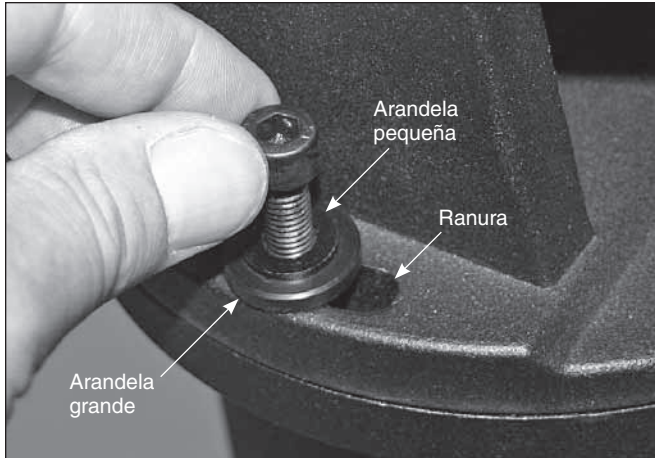
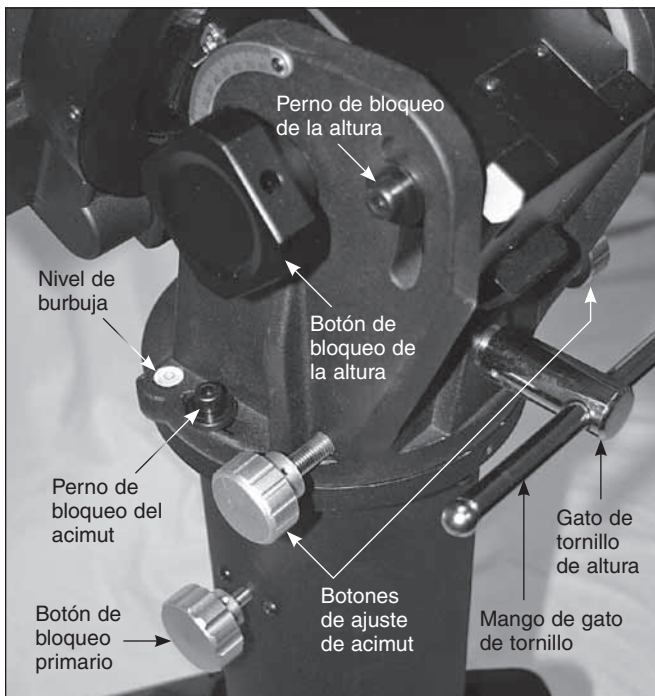

Figura 11. Monte los dos pernos de bloqueo del acimut.
Figura 12. Monte los botones de ajuste del acimut y enrósquelos completamente.
5. Coloque los dos pernos de bloqueo del acimut con las arandelas; no los apriete completamente todavía (**figura 11**).
6. Monte los dos botones de ajuste del acimut si aún no los ha montado. Enróquelos tanto como sea posible. Consulte la **figura 12**.
La montura HDX110 tiene incorporado un nivel de burbuja, que se muestra en la **figura 12**, con el que es fácil nivelar
- Consultando la **figura 12**, afloje ligeramente el botón de bloqueo primario y los dos pernos de bloqueo del acimut; a continuación, utilice los botones de ajuste del acimut para girar la montura hasta que los tornillos de bloqueo del acimut queden centrados en las ranuras (**figura 11**). Apriete ligeramente los tornillos de bloqueo del acimut.